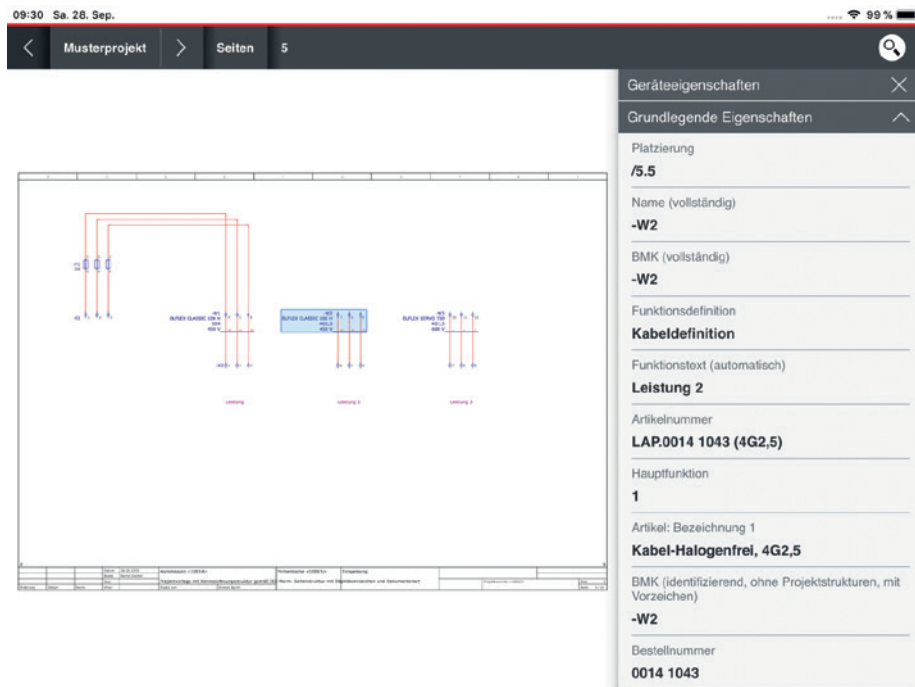

Bild 2.42
- **Veröffentlichen** beinhaltet Einstellungen für das EPLAN-eigene Veröffentlichungs-EPDZ-Format (Ausgabe im Menü **PROJEKT/VERÖFFENTLICHEN**). Damit ist es u. a. möglich, mit der EPLAN View App EPLAN-Projekte zu betrachten (Bild 2.42).